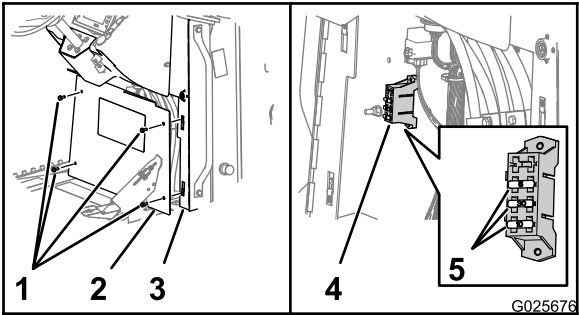

Figura 81
3. Remova os 4 parafusos sextavados flangeados (5/16 x 3/4 pol.) que prendem a tampa ao console e remova a tampa (Figura 81).
- 4. Localize o fusível aberto e substitua-o por um fusível do mesmo tipo e amperagem (Figura 81).
- 6. Alinhe o orifício na tampa com os cliques de porca nos flanges do console (Figura 81).